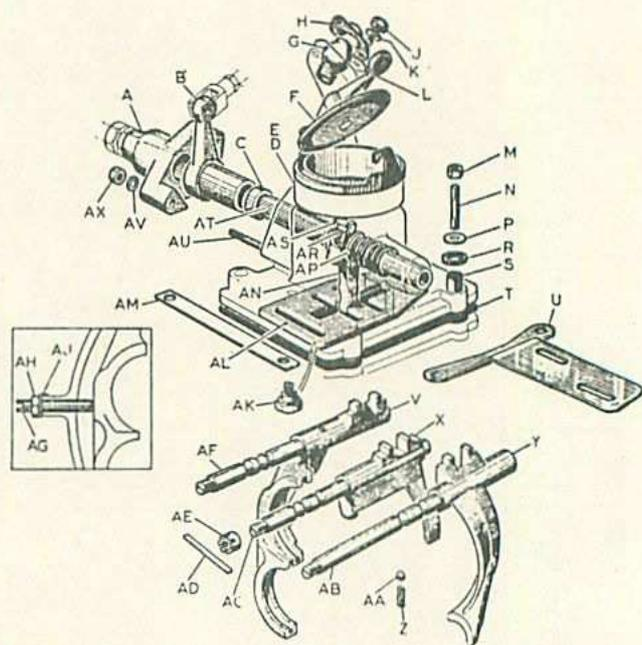

Fig. 36. — Détail du couvercle de boîte et des fourchettes
- Sur le côté droit du carter de boîte, rabattre le frein (AJ) (fig. 36), desserrer le contre-écrou (AH) de la vis de